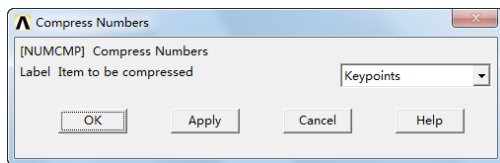

图 15-19 压缩关键点和线
⑫压缩关键点和线：Main Menu > Preprocessor > Numbering Ctrls > Compress Numbers，弹出“Compress Numbers”对话框，如图 15-19 所示。在 Label 后面的下拉列表中选择“Keypoints”，单击“Apply”按钮，继续在 Label 后面的下拉列表中选择“Lines”，单击“OK”按钮。